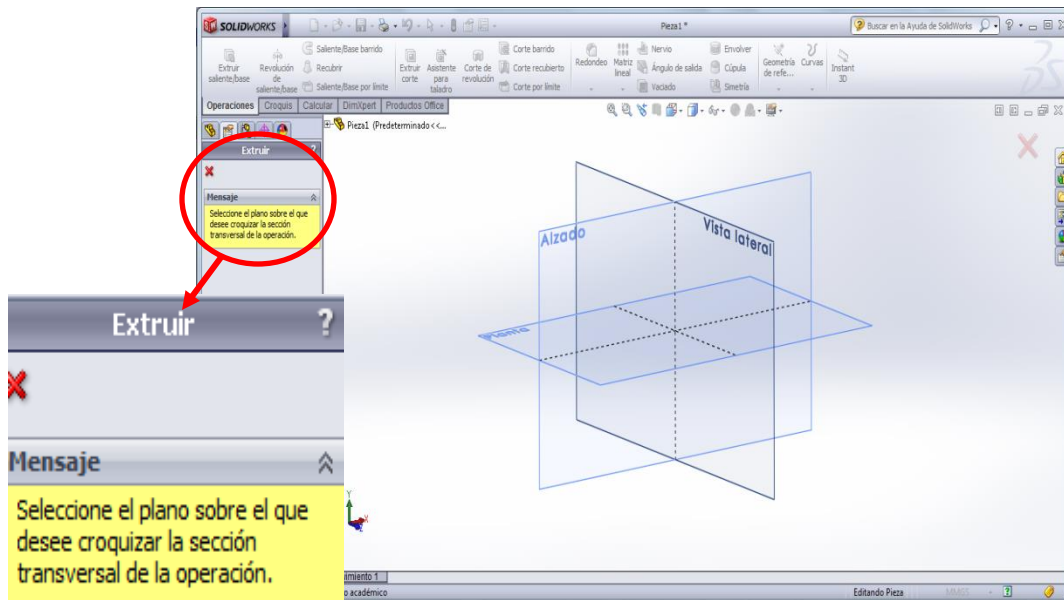

Figura 2. Pantalla mostrada al seleccionar la operación "extruir saliente/base".
- Aparece una pantalla como la mostrada en la Figura 2. Debe seleccionar el plano donde desea dibujar el croquis, el cual corresponderá a la sección transversal del sólido.